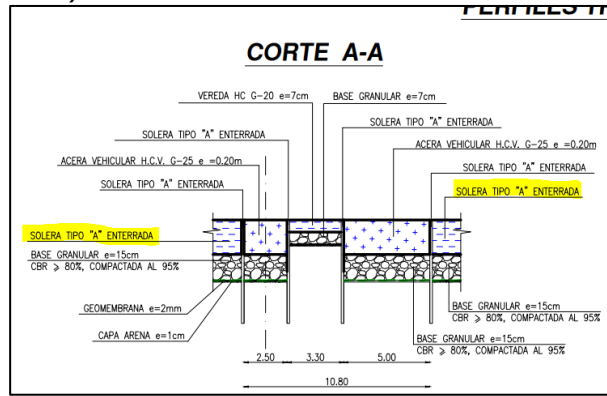

Figura 1
2.8. En el corte A-A, corregir denominación indicada, ya que corresponde a vereda peatonal de espesor 7 cm. (ver figura 1).